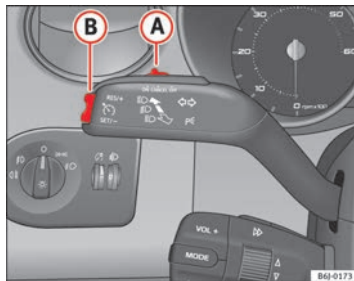

Abb. 115 Blinker- und Fernlichthebel: Schalter und Wippe für die Geschwindigkeitsregelanlage
- Drücken Sie den oberen Teil der Wippe **RES** ⇒ Abb. 115 **(B)**, um die Geschwindigkeit zu erhöhen. Solange Sie die Wippe gedrückt halten, beschleunigt das Fahrzeug. Sobald Sie die Wippe loslassen, wird die neue Geschwindigkeit gespeichert.
Wenn Sie die gespeicherte Geschwindigkeit durch Treten des Bremspedals verringern, wird die Geschwindigkeitsregelanlage deaktiviert. Sie können durch einmaliges Drücken des oberen Teils der Wippe **RES+** ⇒ Abb. 115 **(B)** die Regelung wieder aufnehmen.